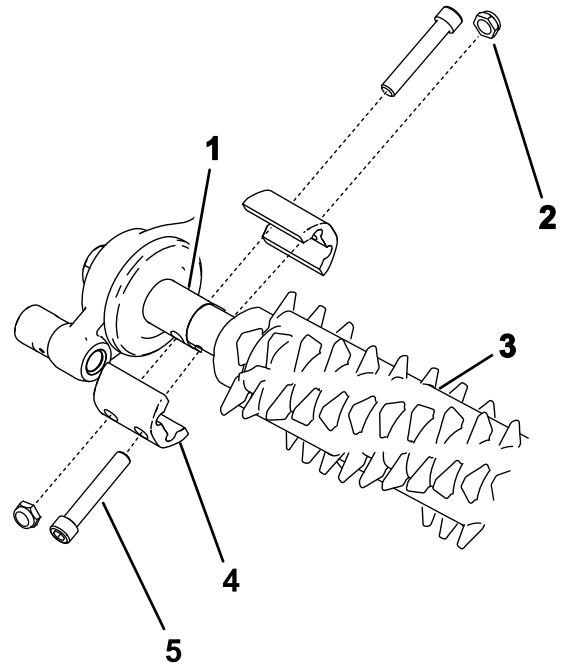

图 17
3. 如图 17 所示将疏草刀固定到机器并上紧螺栓。
2. 将疏草滚刀与疏草刀驱动箱和总轮总成对齐图 17。